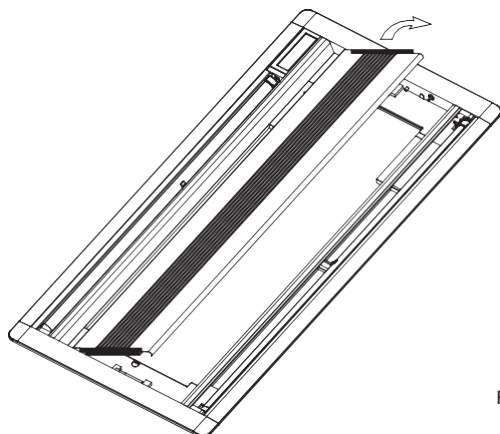

Fig.5-13
- a. Latura de admisie a aerului trebuie să fie orientată în sus atunci când folosiți un aspirator. (A se vedea Fig.5-13)